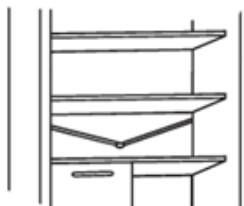

Fig. 19
• Mantenere pulito il tubo di drenaggio (Fig. 19) nel comparto frigorifero in modo che non si riempia d'acqua.